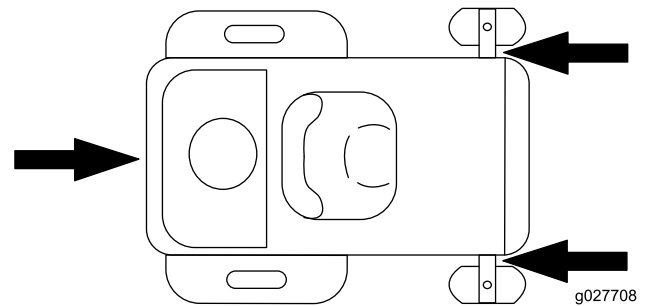

Figura 19
- Amarre la máquina junto a las ruedas giratorias delanteras y el guardabarros trasero (Figura 19).